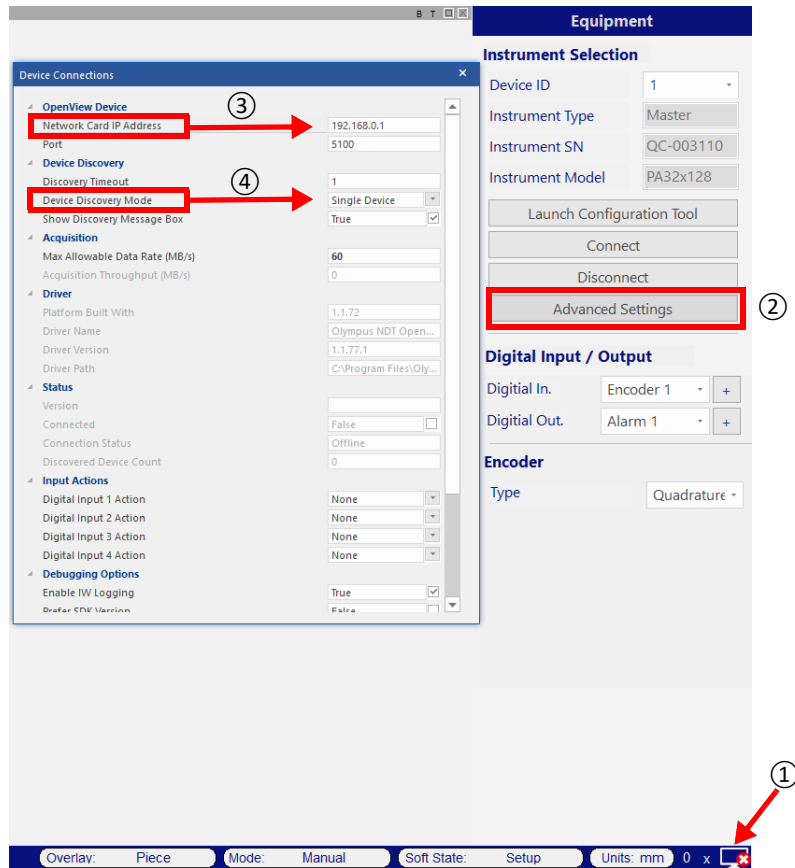

Abbildung 7-4 Konfiguration in WeldSight
- f) Öffnen Sie auf Ihrem PC die WeldSight Applikation  und doppelklicken Sie auf das PC-Symbol  (Abbildung 7-4 auf Seite 79), das sich in der rechten unteren Ecke auf dem Bildschirm befindet. Wählen Sie **Advanced Settings** (Erweiterte Einstellungen) und stellen Sie Folgendes sicher: